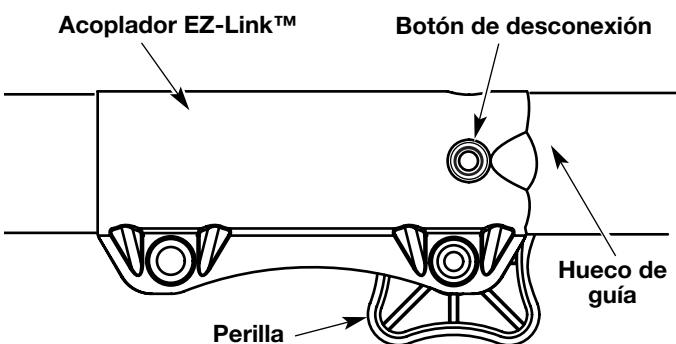

Fig. 23
1. Gire la perilla en sentido antihorario para aflojarla (Fig. 23).
2. Opima y sostenga el botón de desconexión (Fig. 23).
**NOTA:** La alineación del botón de desconexión con el hueco de guía facilitará la instalación (Fig. 23).